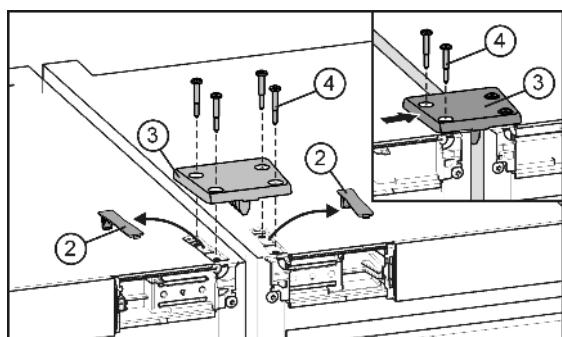

Fig. 5
- Abdeckungen Fig. 5 (2) ausrasten und abnehmen.
- Verbindungsplatte Fig. 5 (3) auflegen und an einem Gerät mit zwei Schrauben Fig. 5 (4) locker befestigen.